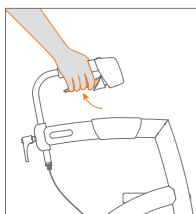

Abbildung 20: Bremsen.
- b. Möchten Sie bremsen? Betätigen Sie die Handbremsen (**Abbildung 20**).